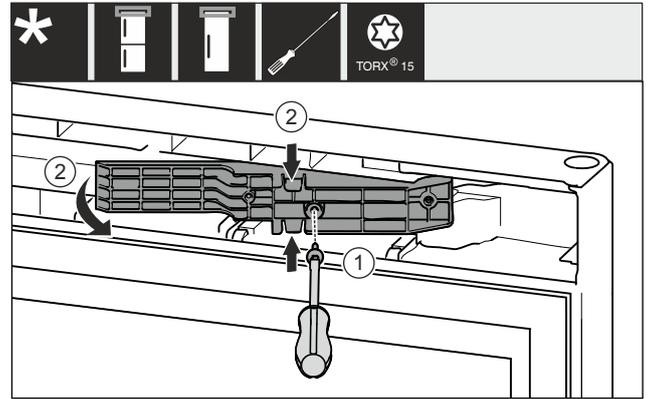

Fig. 12 *
- ▶ Suelte los tornillos con el destornillador T15. Fig. 12 (1)*
- ▶ Extraiga la pieza adaptadora. Fig. 12 (2)*